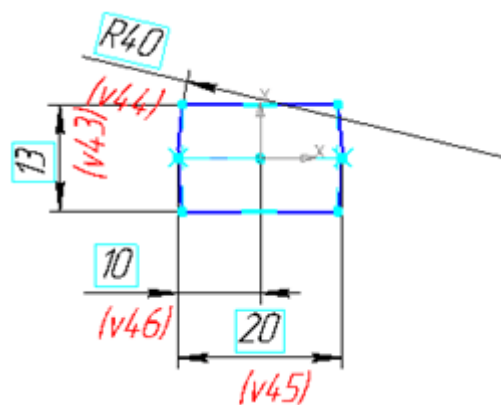

Рис. 11.5. Эскиз 3
4. Выберите **Плоскость 2**, войдите в режим создания эскиза, постройте **эскиз 3** согласно рис. 11.5.